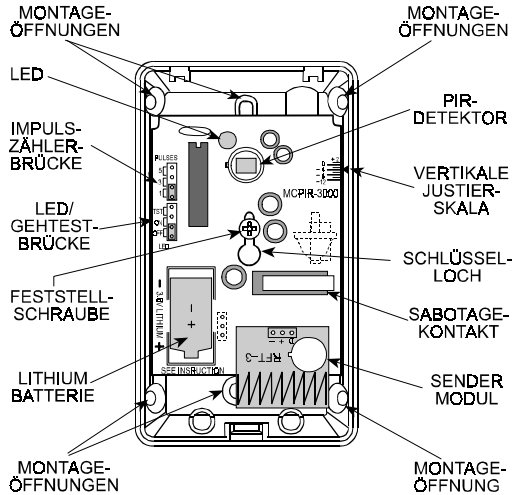

Abb. 3. Anordnung der Bauteile
- A. Setzen Sie die Batterie in den Batterie-Clip. Beachten Sie die Polarität (siehe Abb. 3).
Zu beachten: Zur Montage an der Wandoberfläche benutzen Sie die zwei länglichen Öffnungen in der Mitte des Bodens. Zur Montage in der Ecke benutzen Sie zwei schräg gegenüberliegende Montageöffnungen an den angewinkelten Seiten des Bodens (siehe Abb. 3).